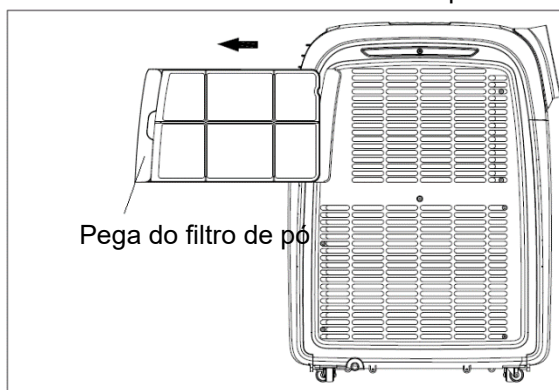

Fig. 4
- Limpe o filtro de pó de duas em duas semanas para não influenciar o volume de ar. Para isso, retire o filtro de pó da lateral do aparelho, puxando pela pega do filtro de pó (ver Fig. 4). Limpe o filtro com detergente neutro e água quente, a aprox. 40 °C. Enxague todos os restos de detergente do filtro, deixando-o secar ao ar antes de voltar a colocá-lo no aparelho.